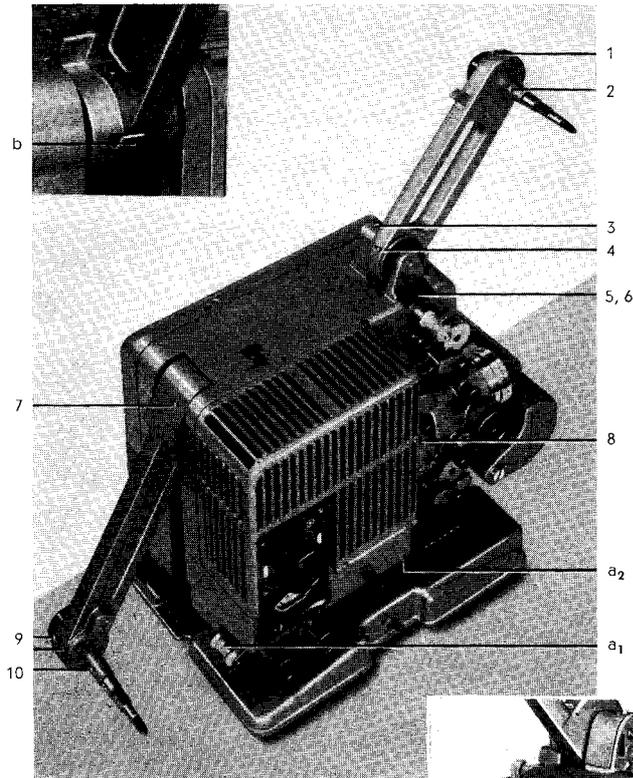

Bild 27
5. Wenn die Umspulgeschwindigkeit zum Schluß stark abzufallen beginnt, Zug der Umpulfraktion mit Hilfe des Bremshebels vermindern (Bild 27/b).
Nach etwa 4 Betriebsstunden die durch rote Punkte gekennzeichneten 13 Ölstellen und die beiden Führungsrollen  $a_1$  und  $a_2$  (Bild 27 und 28) mit Shell-Vitrea-Öl 41 ölen. Danach Projektor einige Minuten ohne Film laufen lassen und das abgespritzte Öl sauber abwischen. Besondere Aufmerksamkeit den Ölstellen 4, 5, 6, 9, 11 und 12 widmen, da sie Getriebe und Schaltorgan versorgen!